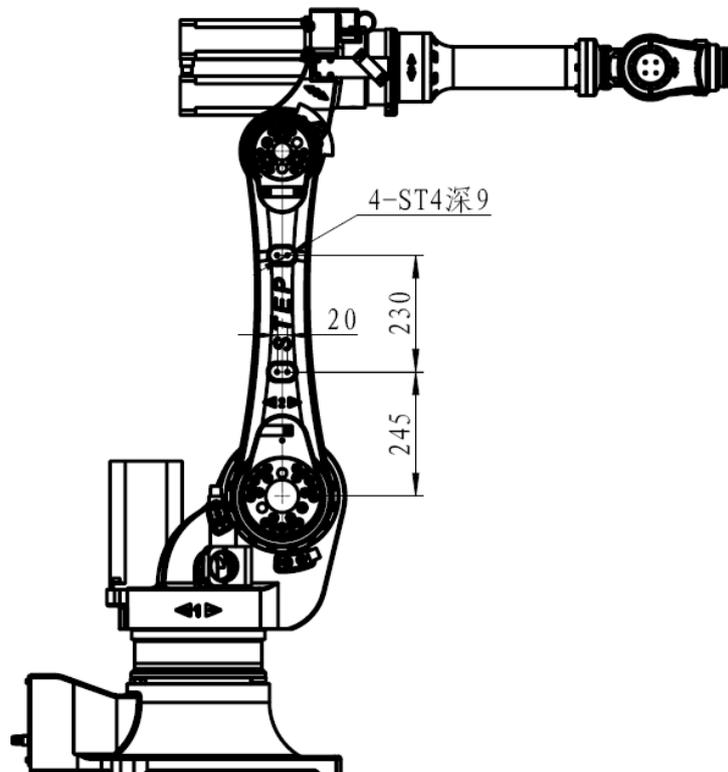
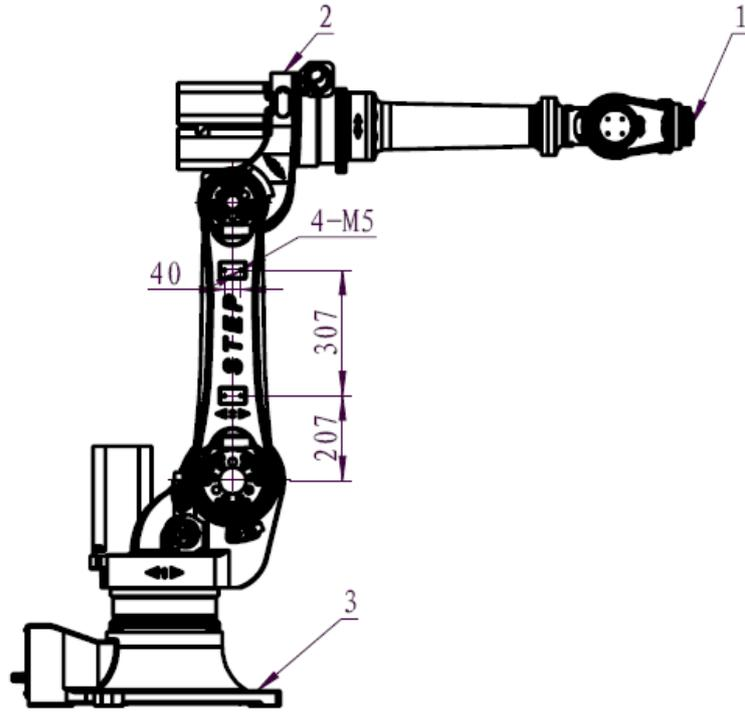

图 3-7 SR18 大臂辅助安装孔尺寸图
图 3-8 SR25 大臂辅助安装孔尺寸图
2、SR18/SR18L8 大臂辅助安装孔尺寸如图 3-7 所示；SR25 大臂辅助安装孔尺寸如图 3-8 所示。